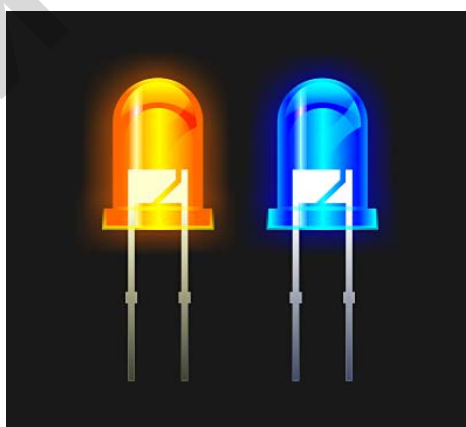

Рис. 68. Внешний вид светодиодов
**Светоизлучающие диоды** [Light-Emitting Diodes] излучают свет (фотоны) при прохождении тока в прямом направлении через «*p-n*-переход» из «*p*-области» к «*n*-области» (рис. 68). Свет, который имеет довольно хорошо определяемый спектр, создается путем рекомбинации носителей заряда в «*p-n*-переходе». Наиболее широко используемыми материалами и их типичными цветами (длины волн) являются: